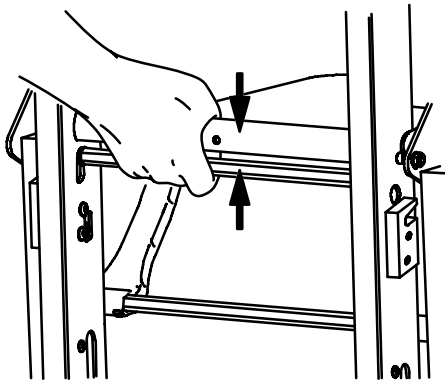

Figure 8 – Barre de déblocage de guide rouge
4. Opérateur côté tête : Comprimer la barre de déblocage de guide rouge contre la traverse noire (Figure 8). Relâcher la prise sur la barre de déblocage et tirer énergiquement le système **Stair-TREAD** en position complètement déployée jusqu'à ce que les deux côtés se verrouillent solidement. Toujours s'assurer que les deux côtés du système **Stair-TREAD** sont verrouillés en essayant de le replier.